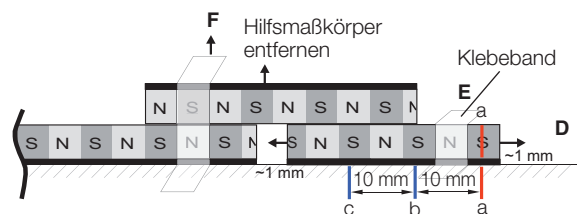

Bild 4-11: Drei Markierungen a, b und c anbringen
5. Den zweiten Maßkörper M2 unter dem Hilfsmaßkörper in die eine und in die andere Richtung verschieben, bis die maximale Anziehung spürbar ist. Den Maßkörper M2 an dieser stabilen Position mit Klebeband fixieren. Den Hilfsmaßkörper entfernen (Bild 4-11). M1 und M2 sind nun polysynchron zueinander ausgerichtet.
6. Den Maßkörper M2 und das Maschinenteil an einer beliebigen Position (a) markieren (Bild 4-11). Von dieser Markierung aus in Richtung Stoß zwei weitere Markierungen (b und c) im Abstand von je 1 Polpaar (10 bzw. 20 mm) nur auf dem Maschinenteil anbringen.